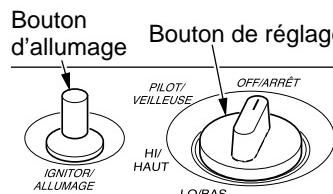

Figure 26 - Bouton de réglage sur ARRÊT (modèles contrôlés manuellement)
3. Tournez le bouton de réglage dans le sens des aiguilles d'une montre pour le mettre sur ARRÊT (voir figure 26 ou 27).
4. Attendez cinq (5) minutes pour évacuer le gaz. Puis essayez de détecter une odeur de gaz, y compris au niveau du sol. Si vous sentez encore du gaz, ARRÊTEZ ! Suivez les instructions la section « B » des informations relatives à la sécurité ci-dessus. Si vous ne sentez pas de gaz, passez à l'étape suivante.
5. Poussez le bouton de réglage et faites-le tourner dans le sens inverse des aiguilles d'une montre pour le mettre sur VEILLEUSE. Continuez à appuyer sur le bouton de réglage pendant cinq (5) secondes (voir la figure 26 ou 27).